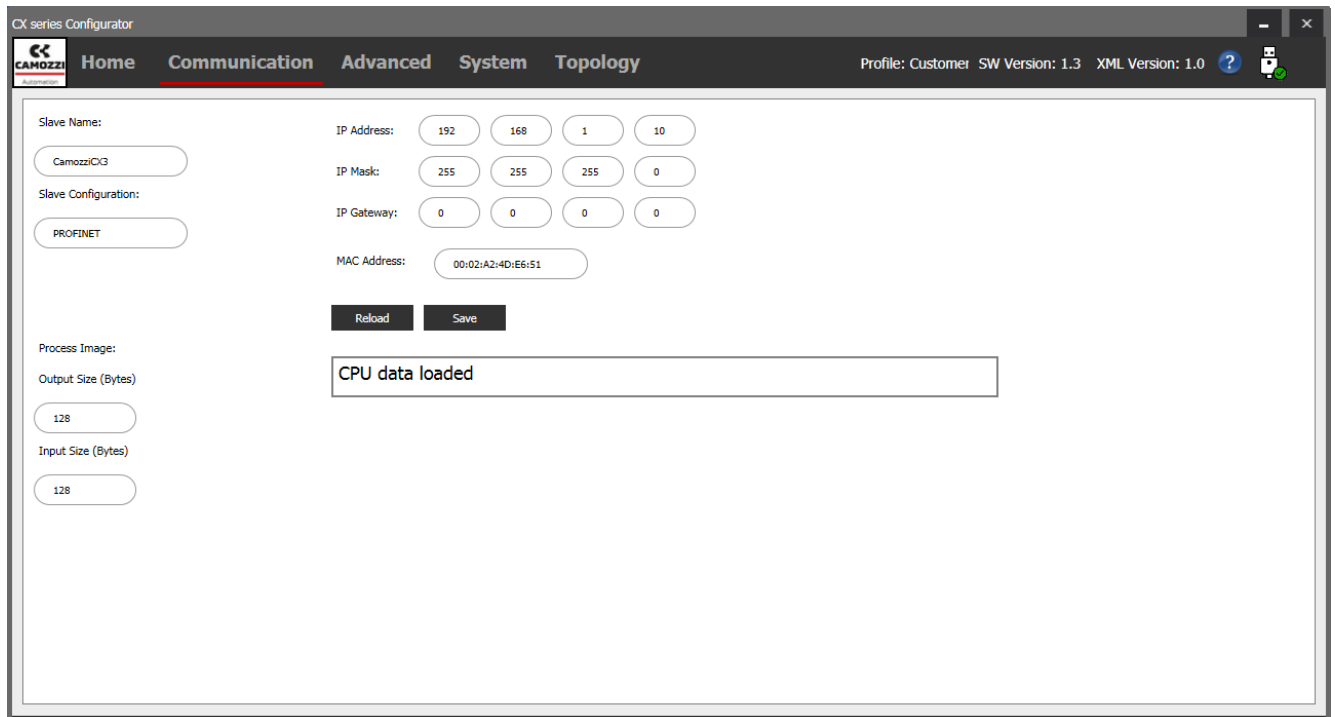

Рисунок 18 – Меню Communication с интерфейсом Profinet
- **IP-адрес (IP Address), маска IP-адреса (IP Mask), IP-шлюз (IP Gateway) и MAC-адрес (MAC Address):** для CPU с интерфейсом Ethernet (рисунок 18).
2. Откройте меню Communication (Обмен данными) (рисунок 18).